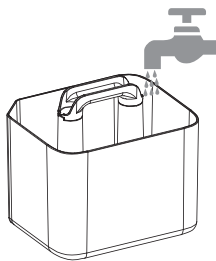

Рис. 4
4. Наполните резервуар водой до отметки максимального уровня воды (рис. 4).